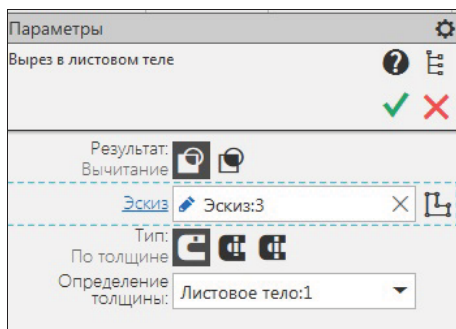

Рис. 29.29. Панель Параметры: Вырез в листовом теле
- ◆ вызовите команду **Вырез в листовом теле**. На панели **Параметры: Вырез в листовом теле** (рис. 29.29) имеются следующие элементы ввода: